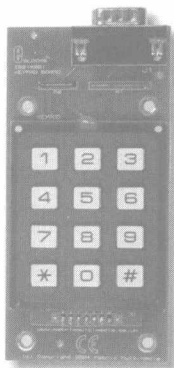

图 2.1-22 FlowCode 键盘板
(21) FlowCode 键盘板如图 2.1-22 所示。